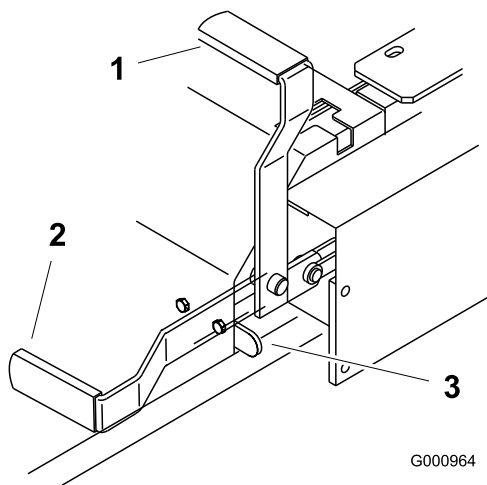

Figura 12
2. Puxe para cima e para trás a alavanca do travão de mão para aplicar o travão de mão (Figura 12). A alavanca do travão de mão deve ficar firme na posição de engatada.
Puxe a alavanca do travão de mão para a frente e para baixo para desengatar o travão de mão (Figura 12). O travão de mão está desengatado e a alavanca será colocada no batente do travão.